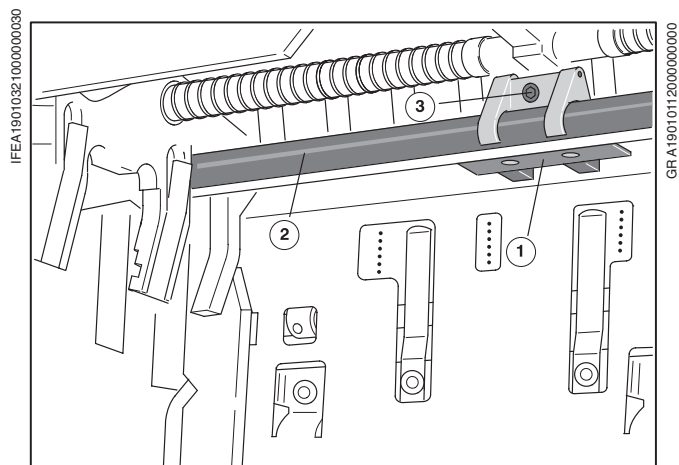

Рис. 38 Установка лапки на штангу
- ❶ Поворачивать машину рукояткой, до тех пор, пока штанга (Рис. 38/❷) не выйдет в самую нижнюю точку.
- ❷ Вывинтить внутренний шестигранный винт (Рис. 38/❸) на лапке (Рис. 38/❶) до упора.
- ❸ Надеть лапку (Рис. 38/❶) сверху на штангу (Рис. 38/❷) и защелкнуть ее в выемках на штанге.
- ❹ Зафиксировать лапку на поперечине посредством шестигранного внутреннего винта (Рис. 38/❸) (инструментом печатника).